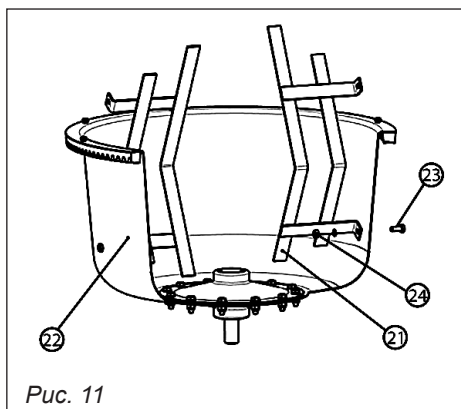

Рис. 11
6.6. Установка лопаток на нижней половине бака (рис. 11)